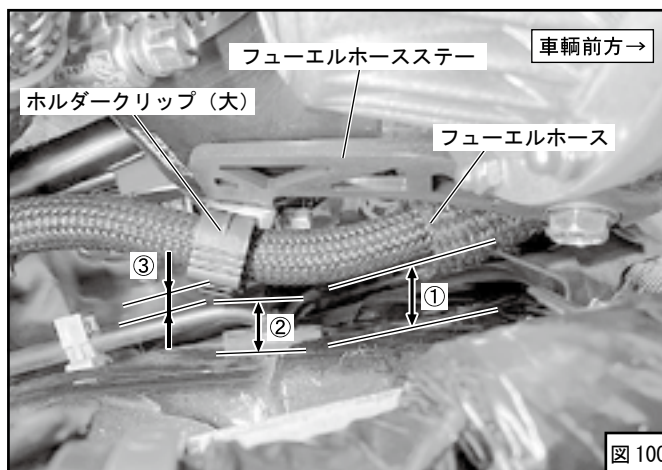

図 100
- (43) フューエルホースをフューエルホースステーに取付けたホルダークリップ (大) で固定してください。(図 100)